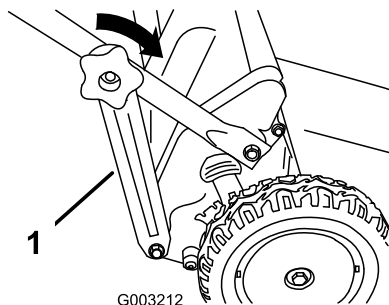

Figura 19
3. Instale los pomos del manillar inferior y apriételos a mano todo lo que pueda (Figura 19).